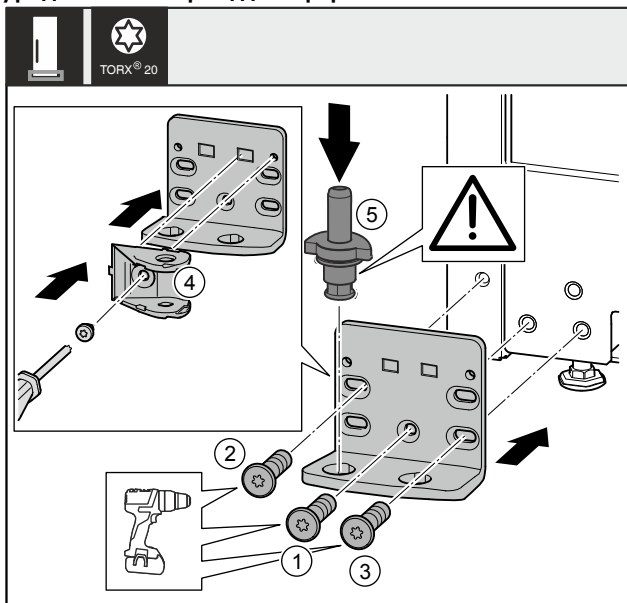

Fig. 37 *
- ▶ Поставете лагерната стойка от другата страна и я завийте с помощта на отвертка. Започнете с винта Fig. 37 (1) долу в средата.*
- ▶ Затегнете винта Fig. 37 (2) и винта Fig. 37 (3).*
- ▶ Завъртете съединението на затварящия демпфер Fig. 37 (4) на 180°. От другата страна на лагерната стойка завийте с отвертка.*
- ▶ Вкарайте изцяло лагерния болт Fig. 37 (5). При това обърнете внимание на това, фиксиращата гърбица да сочи назад.*